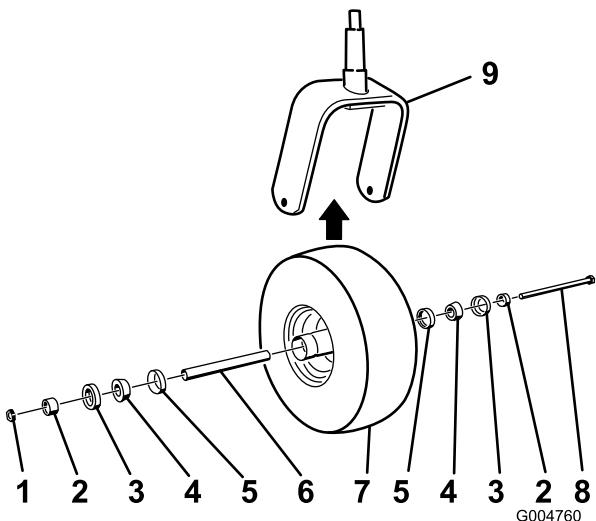

Figure 73
2. Enlevez le contre-écrou du boulon qui fixe la roue pivotante à la fourche (Figure 73).
5. Montez la roue pivotante en poussant les roulements à rouleaux coniques et les joints, garnis de graisse, dans le moyeu, en les positionnant comme indiqué à la Figure 73.